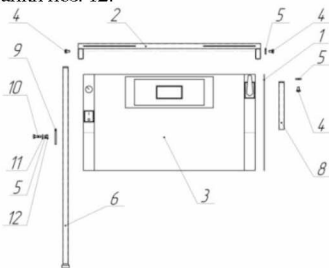

Рисунок 2
5.2 Возьмите боковину поз.1 и вставьте её между основанием поз.2 и вытяжным модулем поз.3 и соедините болтами поз.4 при помощи шайб поз.5 (см. Рисунок 2). Затем возьмите стойки поз.6, поз.7 (условно не показана) и поз.8 и прикрепите их при помощи болтов поз.4 и шайб поз.5 к основанию поз.2 (см. Рисунок 2). Для лучшей фиксации стойки поз.6 присоедините её к вытяжному модулю поз.3 через планку поз.9 при помощи болта поз.10, шайб поз. 5, поз.11, и гайки поз. 12.